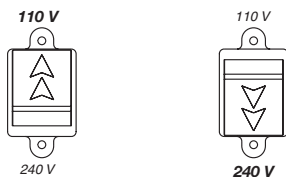

Fig. 1
**Sur les modèles "M DV", contrôler que les flèches sur le couvercle (Fig. 1) du bouton de sélection de la tension d'alimentation soient en vis-à-vis de la valeur de tension souhaitée.**